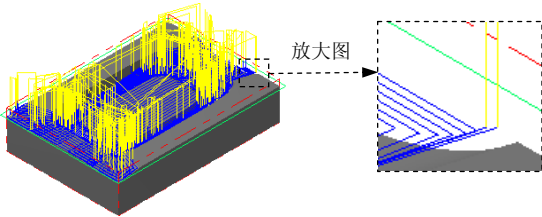

图 23.17 刀具路径
(1) 在“曲面残料粗加工”对话框的 **刀具路径参数** 选项卡的列表框中显示出 Step4 所选择的刀具,双击该刀具,系统弹出“定义刀具-机床群组-1”对话框。
(2) 设置刀具号码。在“定义刀具-机床群组-1”对话框中的 **刀具号码** 文本框中,将原有的数值改为 3。
(3) 设置刀具参数。单击“定义刀具-机床群组-1”对话框中的 **参数** 选项卡,在 **进给速率** 文本框中输入值 200.0,在 **下刀速率** 文本框中输入值 100.0,在 **提刀速率** 文本框中输入值 500.0,在 **主轴转速** 文本框中输入值 1500.0。
(4) 设置冷却方式。在 **参数** 选项卡中单击 **Coolant...** 按钮,在系统弹出的“Coolant...”对话框中的 **Flood** (切削液) 下拉列表中选择 **On** 选项。单击 **✓** 按钮,关闭“Coolant...”对话框。
(5) 单击“定义刀具-机床群组-1”对话框中的 **✓** 按钮,完成刀具参数的设置。
Step8. 单击“曲面残料粗加工”对话框中的 **✓** 按钮,同时在图形区生成图 23.17 所